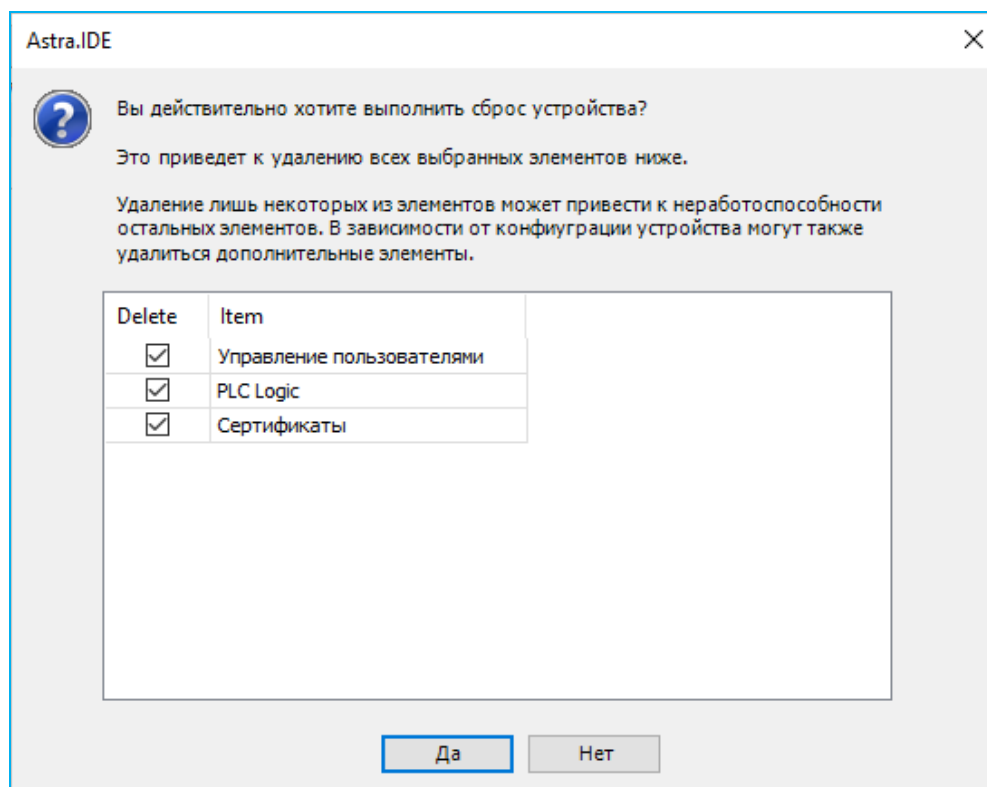

Рисунок 159 – Окно подтверждения операции
- в появившемся контекстном меню выберите пункт **Сброс заводской устройства [REGUL...]**. Откроется окно подтверждения операции (Рисунок 159);